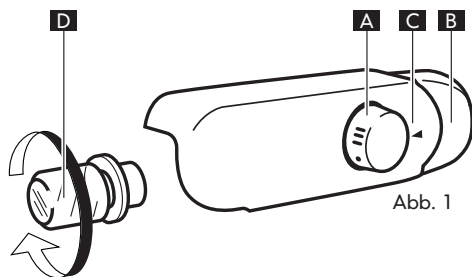

Abb. 1
- Bei einem mit einem Thermostaten ausgerüsteten Kühlraum wird die Temperatur beider Räume mit dem Thermostatknopf geregelt (siehe Abb. 1). Durch Positionieren des Knopfes auf ● wird das gesamte Gerät ausgeschaltet.
- Bei Geräten, die zusätzlich zum internen Thermostaten auch mit einer externen Bedienleiste mit Einstellknopf versehen sind, werden die Temperaturen beider Räume separat eingestellt. Mit dem Thermostatknopf im Kühlraum wird nur die Temperatur des Kühlraums eingestellt (siehe Abb. 1), während an der externen Bedienleiste die Temperatur des Gefrierraums eingestellt wird.
Die Lampe wie in Abbildung 1 gezeigt nach links herausdrehen.
Reinigen Sie das Gerät regelmäßig. Verwenden Sie dafür ein Schwammtuch und lauwarme Lauge mit neutralem Spezialreiniger für die Innenreinigung des Kühlschranks. Verwenden Sie weder Scheuerpaste noch harte Reinigungsmittel. Für einen einwandfreien Tauwasserablauf die Abflussöffnung an der Kühlraumrückwand in der Nähe des Obst- und Gemüsefachs anhand des mitgelieferten Werkzeugs regelmäßig reinigen (siehe Abb.1). Vor jeder Reinigungs- und Wartungsarbeit den Netzstecker des Geräts ziehen oder die Stromversorgung unterbrechen.